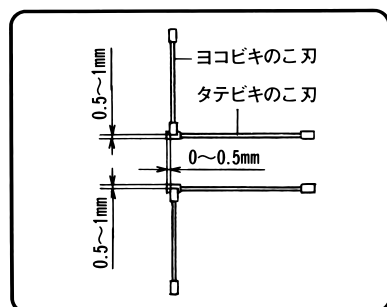

図 24
- (1) アジャストボルトを付属の両口スパナ(13mm)でゆるめます。
- (2) アジャストボルトを移動させて、図24の位置になるようヨコビキのこ刃を調整します。
- (1) ケーシング取付け上下2本のボルトを付属の両口スパナ（13mm）でわずかにゆるめます。
- (2) ソーカパーを動かして、図24の位置になるよう調整します。
タテビキのこ刃とヨコビキのこ刃は、図24のように調整してください。